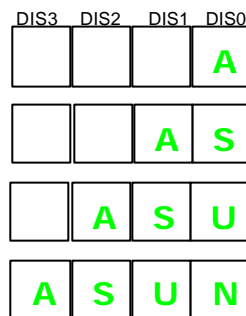

Figura 7. Ejercicio 5: visualización de tu nombre.
- a) Confecciona un programa en ensamblador para el PIC16F877A, suponiendo que se ejecutará sobre la tarjeta EasyPIC4 ($F_{OSC}=8\text{Mhz}$), que produzca la visualización de tu **nombre** (o bien de las siglas o bien de una abreviatura del mismo) en los displays 7 segmentos de la tarjeta EasyPIC. De manera que las letras aparezcan desde el display situado más a la derecha (DIS0) y se desplacen de dra a izqda hasta completar el nombre. La figura 7 muestra un esquema de la visualización que se pretende obtener.